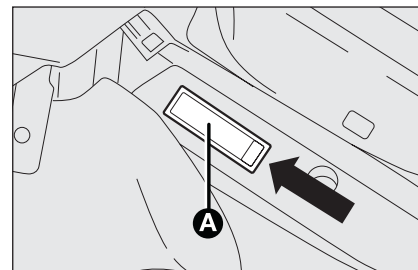

fig. 35
- ☐ con el destornillador suministrado, extraer la lámpara interior **A**-fig. 35 accionando en el punto indicado.